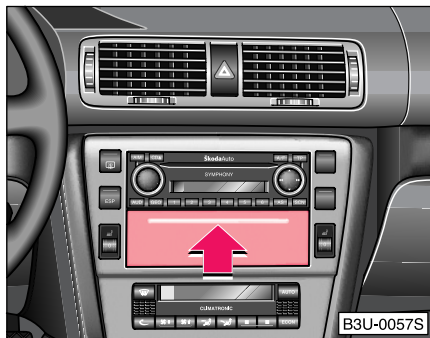

Fig. 88 Tabloul de comandă: Compartiment de depozitare rabatabil
- Apăsați pe centrul compartimentului de depozitare ⇒ Fig. 88, compartimentul de depozitare se va deschide.